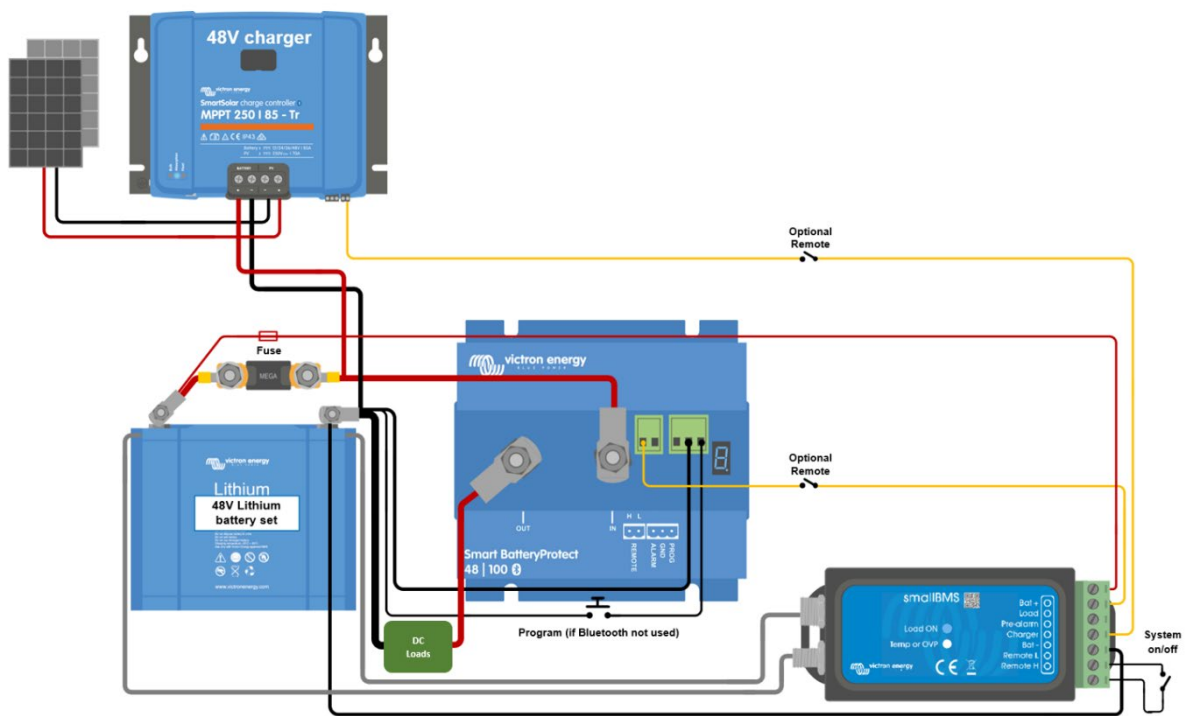

Figura 4: Sistema solar CC com bateria de lítio (aplicável com VE.Bus BMS ou smallBMS)
- No modo Li-ion o SBP vai cumprir um período inativo de 30 s depois de a entrada remota do SBP ter ficado em flutuação livre. Consulte na nota sob a Figura 4 uma descrição detalhada.